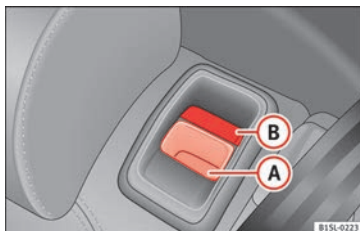

Fig. 136 Banquette arrière : touche de déverrouillage (A) ; marque rouge (B).
- Tirez la touche de déverrouillage » fig. 136 (A) vers l'avant et relevez en même temps le dossier de la banquette arrière.
- Le dossier de la banquette arrière est encastré lorsque la marque rouge de la touche (B) est visible.